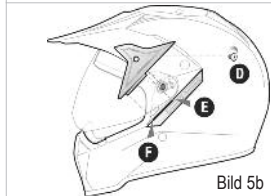

Bild 5b
Setzen Sie das Visier so auf den Mechanismus, dass das Drehlager (G) im Drehring (H) sitzt. Bringen Sie die Abdeckung auf dem Visier so an, dass die Bohrung der Abdeckung mit der Bohrung in der Schale übereinstimmt (D Abbildung 5b).
Lockern Sie die mittlere Schraube der Abdeckung (D Abb. 5b).